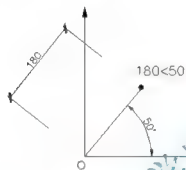

图 2.56 绝对极坐标
(1) 绝对极坐标：表示相对于当前坐标原点的极坐标值。绝对极坐标的输入方法为“长度<角度”，如输入“180<50”，结果如图 2.56 所示。